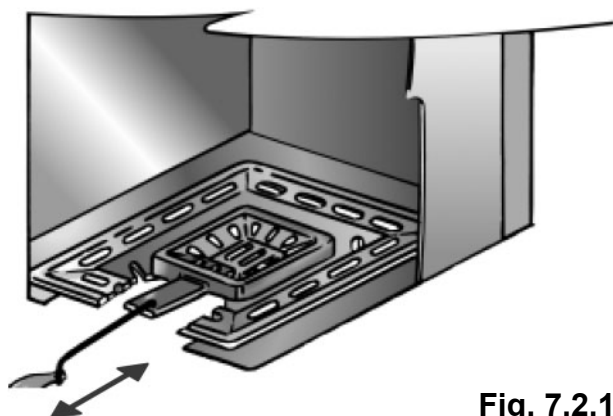

Fig. 7.2.1
- Agiter la grille (Fig. 7.2.1).
- Agiter le manche secoue-grille (Fig. 7.2.1), de façon à enlever tous les résidus de cendre du foyer.
- Extraire complètement le tiroir (6) placé sous la base et, à l'aide de la poignée prévue à cet effet, en vider complètement le contenu.
- Sacudir la parrilla (Fig. 7.2.1).
- Sacudir la barra (Fig. 7.2.1), a fin de quitar del hogar cualquier residuo de ceniza.
- Sacar completamente el cajón (6) situado debajo de la base y, por medio de la manilla correspondiente, vaciar totalmente el contenido.